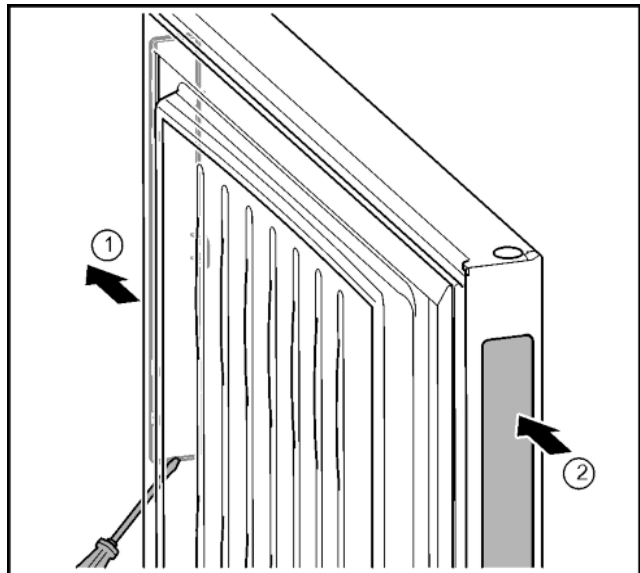

Fig. 37
- ▶ С помощью шлицевой отвертки снять крышку вспомогательного механизма открывания двери с противоположной стороны. Fig. 37 (1)
- ▶ Вставить в образовавшееся отверстие. Fig. 37 (2)